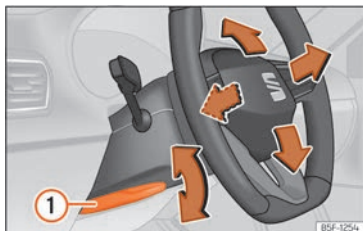

Fig. 60 Palanca en la parte inferior del lateral izquierdo de la columna de dirección.
- Tire de la palanca >>> **fig. 60** ① hacia abajo, mueva el volante hasta la posición deseada y vuelva a subir la palanca hasta el punto de cierre.
- Tras ajustar la columna de la dirección, empuje firmemente la palanca >>> **fig. 60** ① hacia arriba para que el volante no cambie de posición accidentalmente durante la marcha.